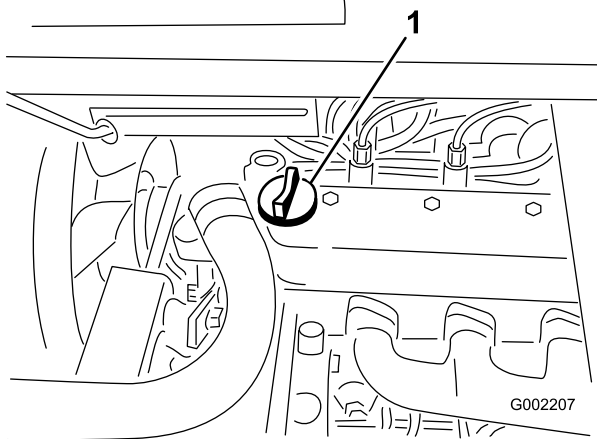

Bild 19
3. Wenn der Ölstand niedrig ist, nehmen Sie den Deckel des Einfüllstutzens von der Ventilabdeckung ab (Bild 19) und füllen Sie Öl auf, bis der Ölstand die Voll-Markierung am Peilstab erreicht. Angaben zur richtigen Ölart und zur Viskosität finden Sie unter Motoröl \(Seite 41\).